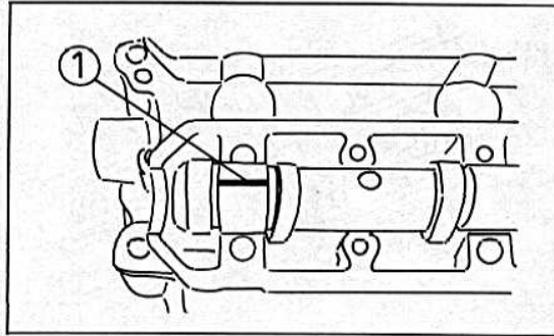

Bild 121
- Mit der Pleuellagerlehre das Pleuellagerspiel bestimmen (Bild 121).